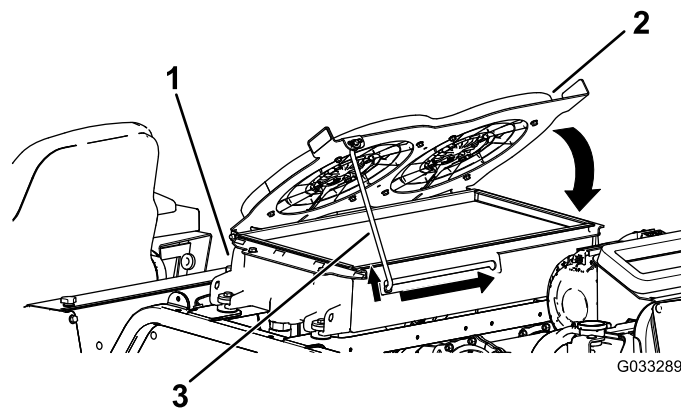

Figure 122
4. Faites pivoter les ventilateurs de refroidissement hydrauliques vers le bas et calez la béquille dans le cran (Figure 122).